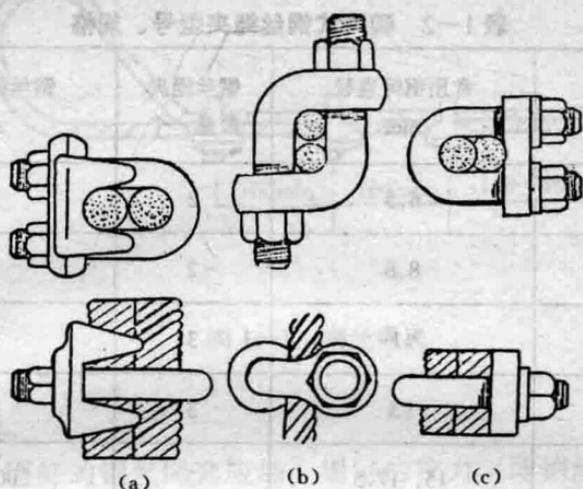

图 1—2 钢丝绳夹
①熟悉钢丝绳夹的结构、性能、型号及使用方法。钢丝绳夹在结构上分为骑马式, 见图 1—2 (a)、L型, 见图 1—2 (b), 和 U型, 见图 1—2 (c)三种, 见图 1—2 所示。最常用的是骑马式
②如图 1—3，将钢丝绳伸直平放在桌面上，用 1m 长的钢板尺在距绳一端 140mm 处做上标记 C，然后在距 C 处 100mm 和 200mm 处依次做标记 B、A 两点。
③将钢丝绳弯曲，弯曲长度为 800mm 左右（需两人共同操作）。在标记 C 处安装第一个钢丝绳夹，并用活动扳手将其上紧，以钢丝绳夹不能移动为宜，见图 1—3。
④在标记 B、A 处各安装一个钢丝绳夹，并用活动扳手上紧。